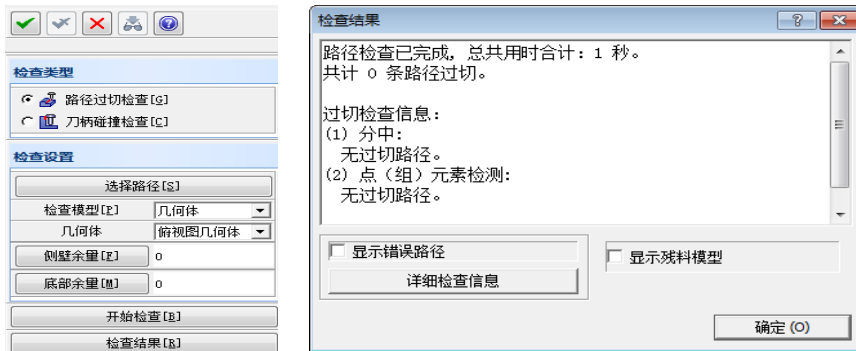

图 12 干涉过切检查
8、生成测量路径后，进行“过切和干涉检查”观察刀路是否有干涉，若有干涉及时调整点位置和安全高度（如图 12）；